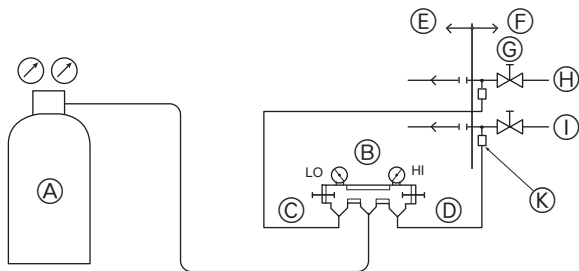

Fig. 5-11
① Hava sızdırmazlık testi (Fig. 5-11)